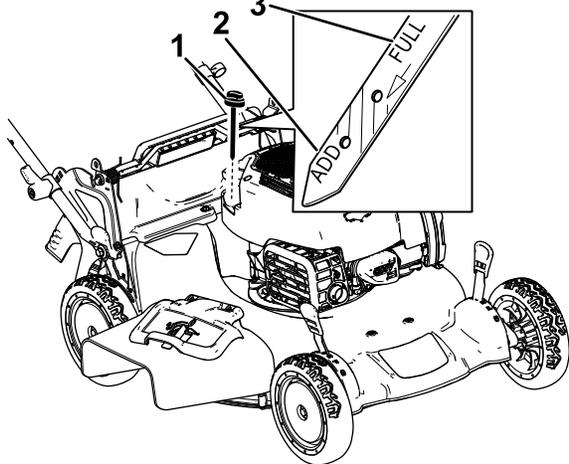

Рисунок 12
2. Извлеките масломерный щуп, повернув крышку против часовой стрелки и вытянув его (Рисунок 12).
5. Определите уровень масла по отметкам на щупе (Рисунок 12).
- Если уровень масла на щупе слишком низкий (Рисунок 12), осторожно залейте небольшое количество масла SAE 30 или SAE 10W-30 с моющими присадками в маслозаливную горловину, подождите 3 минуты и повторите операции с 3 по 5, чтобы довести масло до требуемого уровня на щупе.
- Если уровень масла по щупу слишком высокий (Рисунок 12), слейте излишек масла, пока не будет достигнут правильный уровень по щупу; см. раздел Замена моторного масла \(страница 26\).